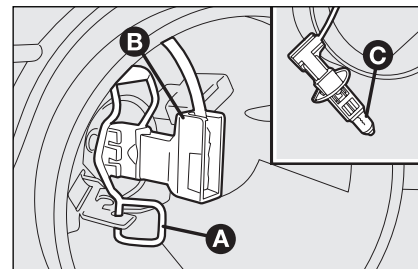

Рис. 20
- ☐ освободите фиксатор лампы **A**, рис. 20;